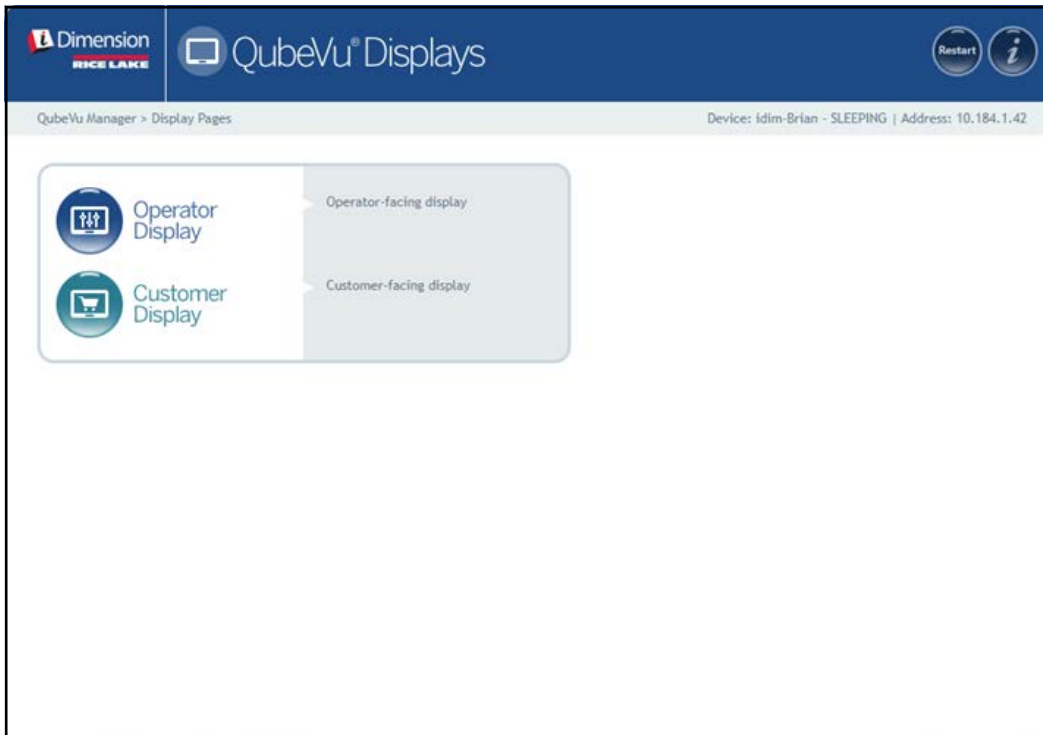

Figura 3-1. Menú de pantallas
- Seleccione  **Operator Display** en el menú **Display Pages** (Páginas de visualización) (Figura 3-1 en la página 16). Aparece la pantalla del operador.
- Seleccione  **Customer Display** en el menú **Display Pages** (Páginas de visualización) (Figura 3-1 en la página 16). Aparece la pantalla del cliente.